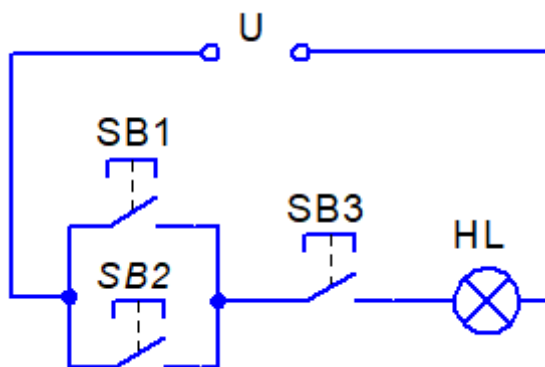

Рисунок 7. Схема для самостоятельной работы
3. Самостоятельно напишите программу для схемы, приведенной на рис. 7.